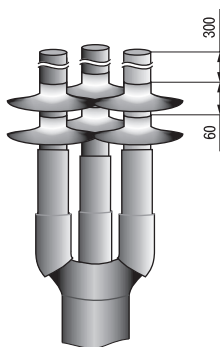

Рисунок 10
4.26.1 При монтаже концевой муфты серии КНтп-10 после усадки трекинговой трубки надеть на каждую жилу кабеля по два термоусаживаемых изолятора с интервалом 60 мм между изоляторами и усадить, начиная с изолятора, надетого первым (рисунок 10).